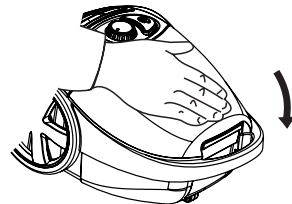

Fig. 15 – Fechar a tampa
7. Feche a tampa frontal, conforme Fig. 15.